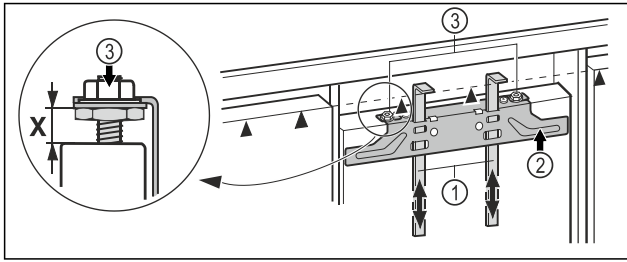

Fig. 44
- Shtyni lart ndihmëset e montimit Fig. 44 (1) në lartësinë e derës së mobilies. Buza e poshtme ndaluese ▲ e ndihmës së montimit = Buza e sipërme e derës së mobilies për montim.
- Lironi traversën e mbërthimit Fig. 44 (2) nëpërmjet kundërdadot Fig. 44 (3).